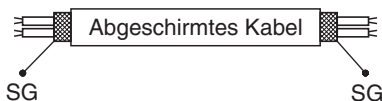

Abb. 4-6
- (5) Als Steuerverbindungskabel zwischen Geräten (C) müssen abgeschirmte Kabel verwendet werden, wobei die Abschirmung auf beiden Seiten geerdet werden muss, da andernfalls Funktionsstörungen durch Störsignale auftreten können. (Abb. 4-6) Die Kabel sind wie im Abschnitt "4-3. Schaltpläne" anzuschließen.